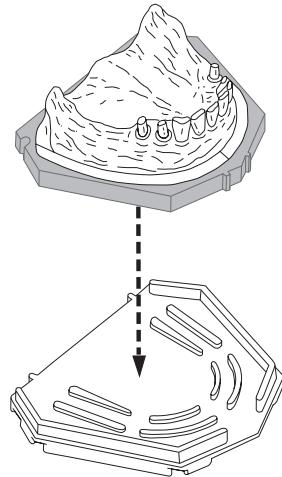

Fig. 2
8. Inverter a base para a posição de ejeção e ejetar o molde premindo uniformemente o Accu-Trac com cuidado contra a base para evitar partir o molde (fig. 2).